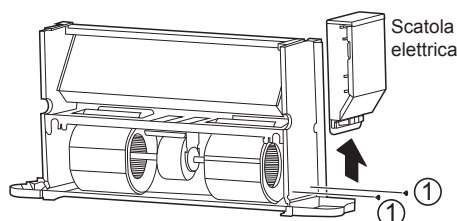

Figura 4-7 Rimozione della scatola elettrica
- Come illustrato in Figura 4-7, rimuovere le viti ① *2 per rimuovere la scatola elettrica.